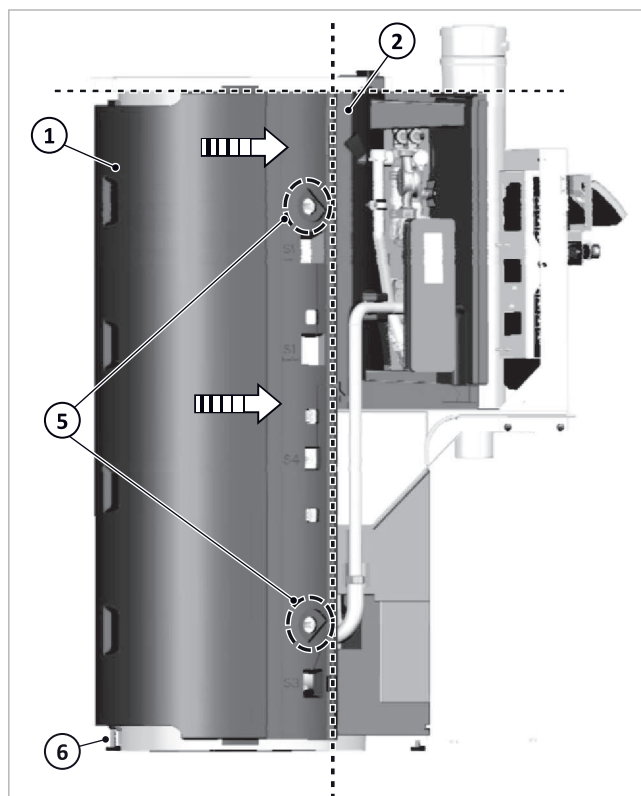

Abb. 16: Hintere Behälterisolierung anlegen
3. Mittels abgewinkelter Unterlegscheibe (3) und Schraube (4) die Behälterisolierung am Behälter oben und unten → Abb. 16 (5) fixieren.
- gerader oberer Abschluss der hinteren Behälterisolierung → Abb. 16 (1) mit der Stationenisolierung (2)
- bündig in der Senkrechten zur Stationenisolierung → Abb. 16 (2) und zur Flanschisolierung ausrichten.
6. Fuß → Abb. 16(6) bis zum Boden rausdrehen. Die Vliesronden sollen rundherum dicht an den umgebenden Isolierteilen anliegen.